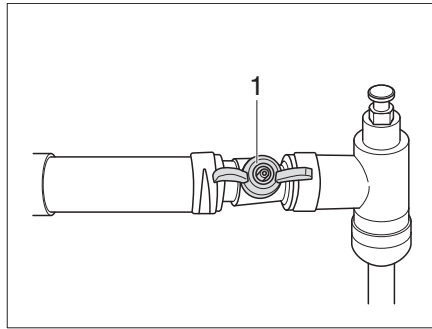

Fig. 299 Robinet d'arrêt Alde, ouvert
- Placer le robinet d'arrêt (Fig. 299,1) en travers par rapport à la conduite.
- Placer le robinet d'arrêt (Fig. 299,1) parallèle à la conduite.